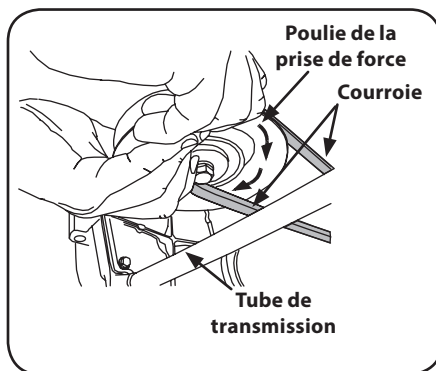

Figure 4-16
- d. Maintenez la courroie vers le bas et continuez de tourner la poulie de la prise de force jusqu'à ce que la courroie soit complètement dégagée de la poulie. Voir Figure 4-16.
11. Tirez sur le côté droit de la courroie et placez le côté plus étroit en forme de « V » de la courroie dans la poulie de la prise de force. Voir Figure 4-16.
12. Tenez la courroie et la poulie, puis faites pivoter la poulie vers la gauche. Voir Figure 4-16. Continuez à tenir et à faire pivoter la poulie et la courroie jusqu'à ce que la courroie soit complètement enroulée autour de la poulie de la prise de force.